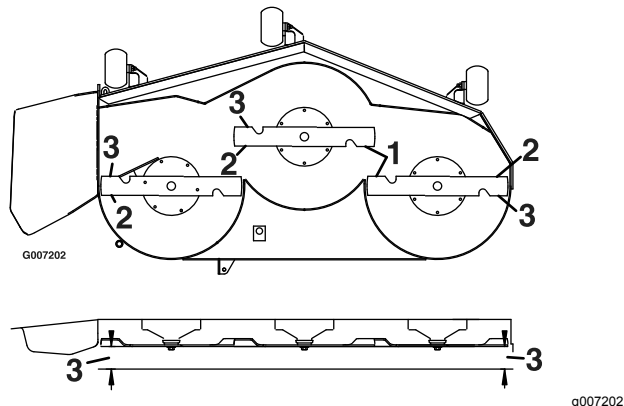

Figure 60
4. Mesurez la distance entre les tranchants extérieurs et le sol plat (Figure 60).